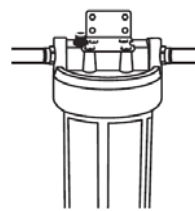

Figura 6
8. Asegure el soporte a la cabeza del filtro con los cuatro tornillos de cabeza Phillips incluidos (ver Figura 6). Asegure el soporte a la pared con los cuatro tornillos de cabeza Phillips incluidos. Si es necesario taladrar los hoyos, el soporte puede ser usado como plantilla para marcar el lugar donde van los hoyos para los tornillos.